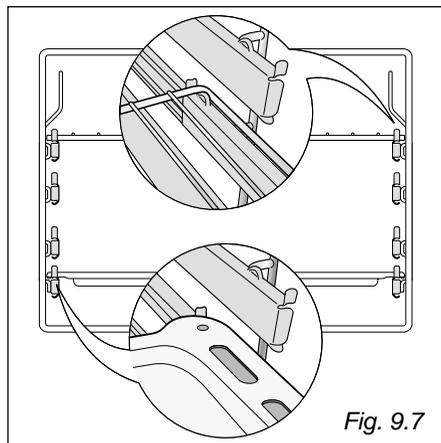

Fig. 9.7
- Posizionare la leccarda e la griglia sulle slitte scorrevoli (fig. 9.7).